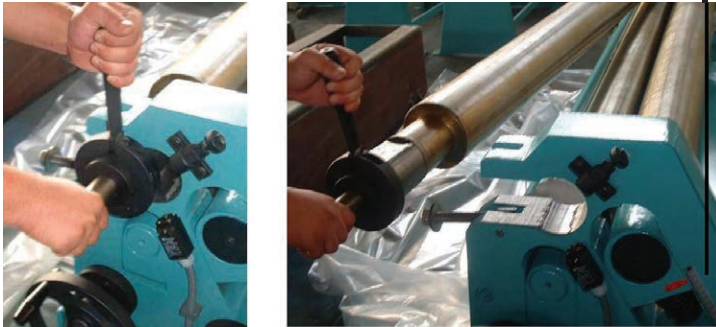

Fig. 24 Incliner le rouleau supérieur
4. Tournez la poignée aussi loin que possible, jusqu'à ce que le rouleau puisse bouger dans le palier (fig. 24, à gauche).